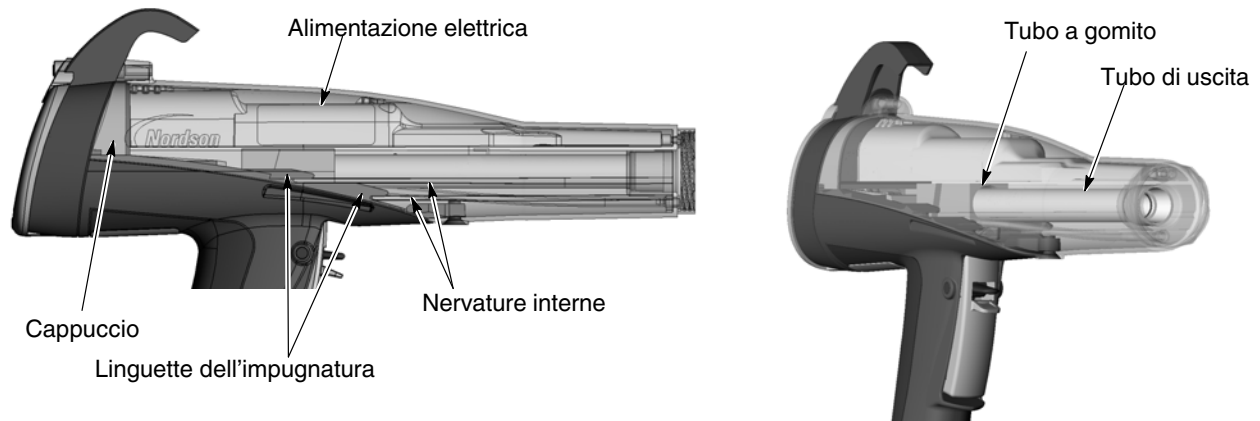

Figura 6-6 Riassemblaggio della pistola
1. Vedi figura 6-6. Allineare il corpo pistola con l'impugnatura ed accoppiarli, facendo agganciare le nervature interne del corpo pistola alle linguette nell'impugnatura.